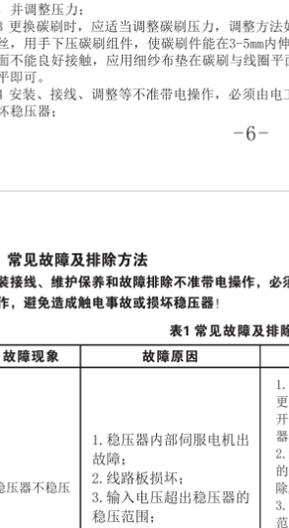

图7: 后板部分:
3.6 TND3-7000VA、10000VA高精度全自动稳压器后板外形见图7: